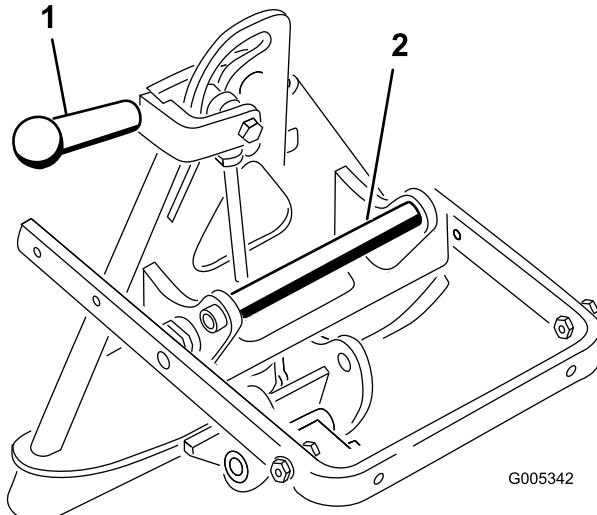

Figura 8
- Gire la palanca de bloqueo a la izquierda (vista desde la parte trasera de la máquina) para desbloquear los adaptadores (Figura 8).
- Agarre el asa del adaptador y levante el adaptador de accesorios mientras lo gira de nuevo sobre el accesorio (Figura 8)